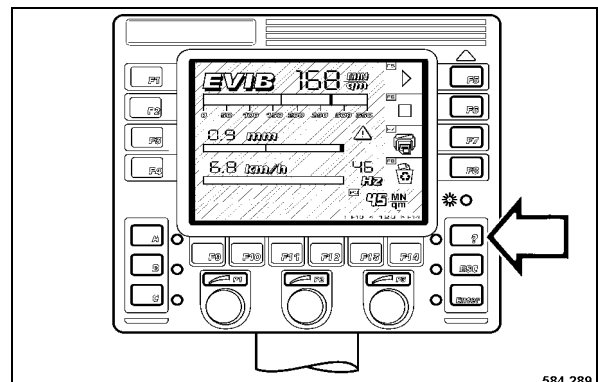

fig. 78
- Confirmer avec la touche "?" (menu). (fig. 78).